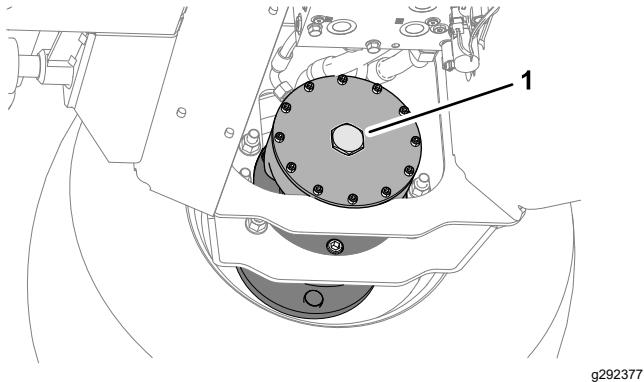

Figure 38
2. Remettez en place le bouchon hexagonal dans la plaque d'extrémité du moteur (Figure 38).
6. Rangez les 2 boulons (12 x 40 mm) et les 2 rondelles (12 mm) dans les longerons de support de la plate-forme (Figure 38).